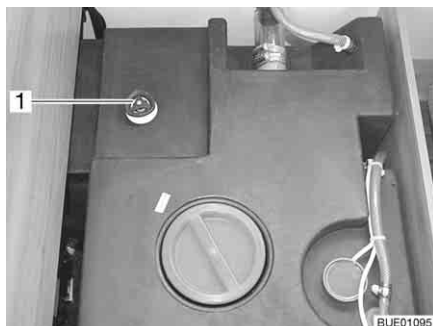

Bild 203 Wassertank mit Drehgriff
- Auf dem Wassertank den Drehgriff (Bild 203,1) entgegen dem Uhrzeigersinn über den Widerstand hinaus bis zum Anschlag drehen, um die Ablauföffnung vollständig zu öffnen.